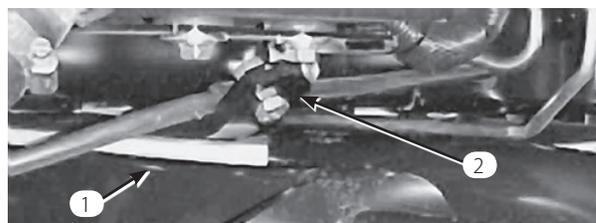
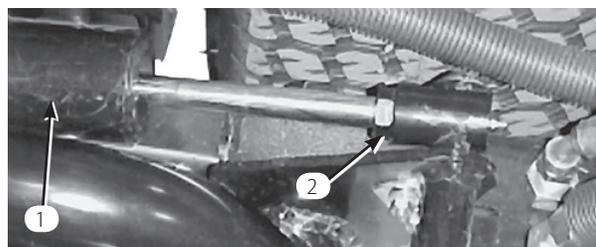

図9
図10
3. エンジンを始動し、昇降アームを上昇させ、後ろカットングユニットのウェア・バーの上部についているウェア・ストラップからバンパー・ストラップまでの距離が 0.51 ~2.54 mm の間にあるかどうかを点検する (図9)。この範囲になれば後昇降シリンダを調整する。シリンダの調整は、カットングユニットを降下させ、シリンダのジャムナットを戻して行う (図10)。ジャムナットを戻すには、シリンダ・ロッドのナットに近い方の部分をウェストプライヤで握って回す。調整ができればカットングユニットを上昇させて隙間を点検し、必要に応じて再調整する。クレビスのジャム・ナットを締める。